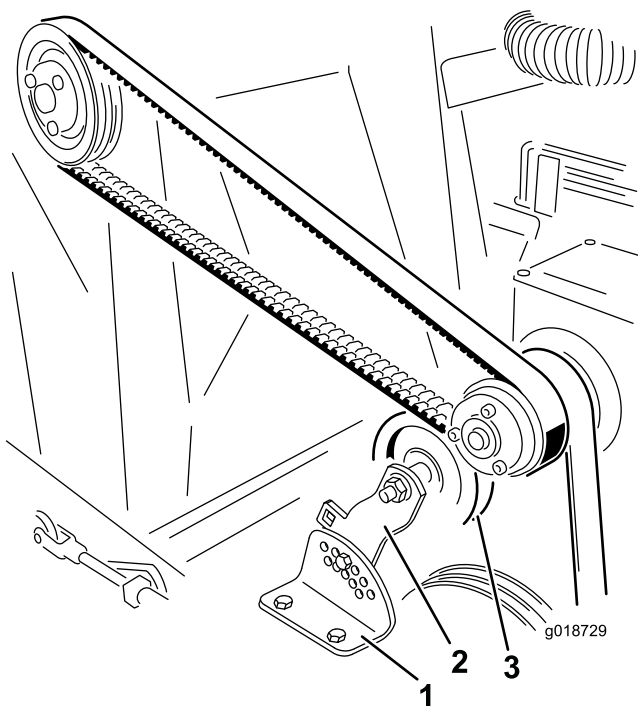

图23
2. 卸下将惰轮皮带轮支架固定到张紧力调节支架的螺母和螺栓 图23。